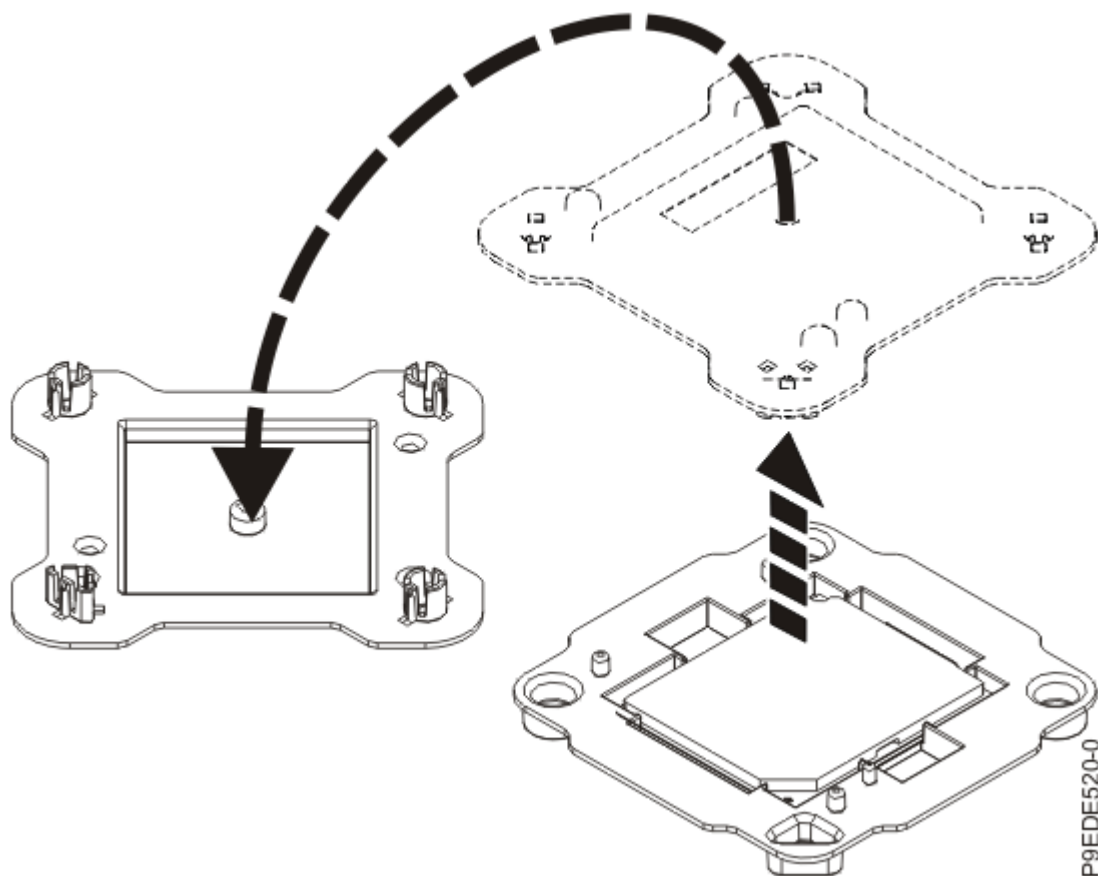

Figura 12. Apertura del empaquetado del módulo del procesador del sistema
2. Abra el empaquetado del nuevo módulo del procesador del sistema y coloque la cubierta boca abajo, al lado de la bandeja, como se muestra en la Figura 12 en la página 15. La cubierta se utiliza para el módulo del procesador del sistema que está sustituyendo.